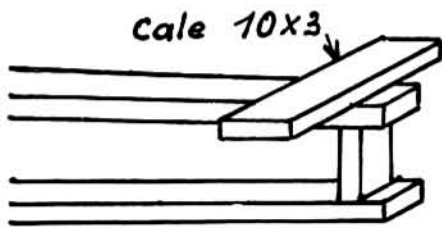

Fig. 57
20. Coller à cinq millimètres de l'extrémité arrière, sur le dessus et en travers, un petit morceau de 10 x 3 de 20 mm. de long. Vérifier en visant que cette cale, destinée à donner une bonne assise au stabilo, est bien parallèle aux traverses du support d'aile (fig. 57).